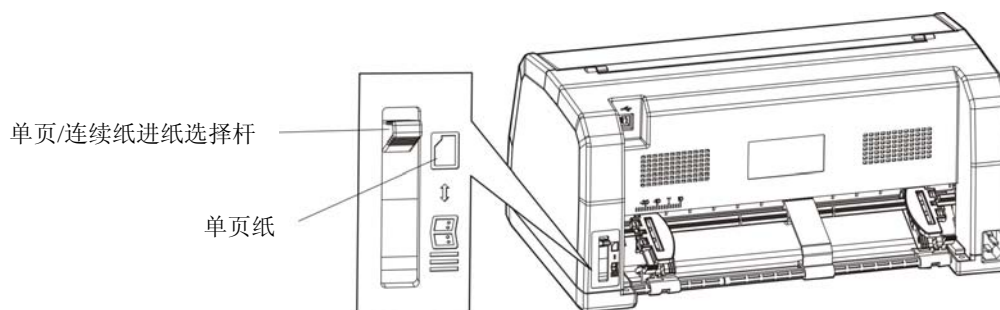

图 3-2 设定单页/连续纸进纸选择杆位置（单页纸）
- 设定单页/连续纸进纸选择杆于单页纸打印方式状态（如图 3-2 所示）。